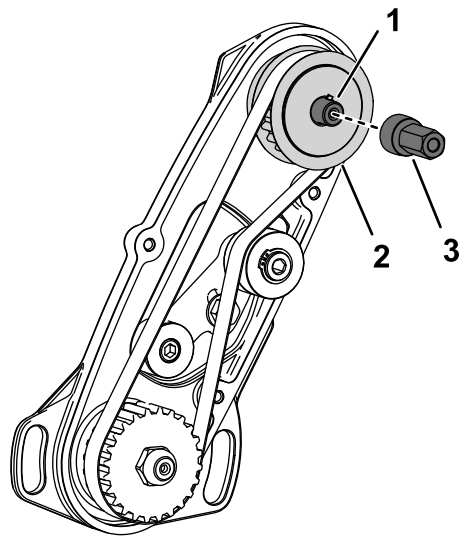

Figura 5
8. Instale el buje de transmisión de autoafilado en el eje de transmisión del molinete (Figura 5).